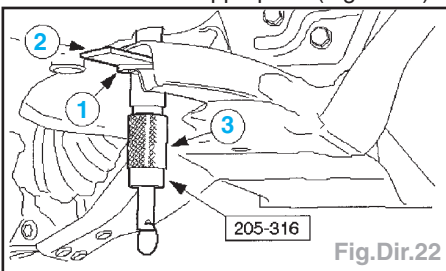

Fig.Dir.22
- Aligner le berceau à l'aide de l'outil spécial et d'une rondelle appropriée (Fig.Dir.22) :